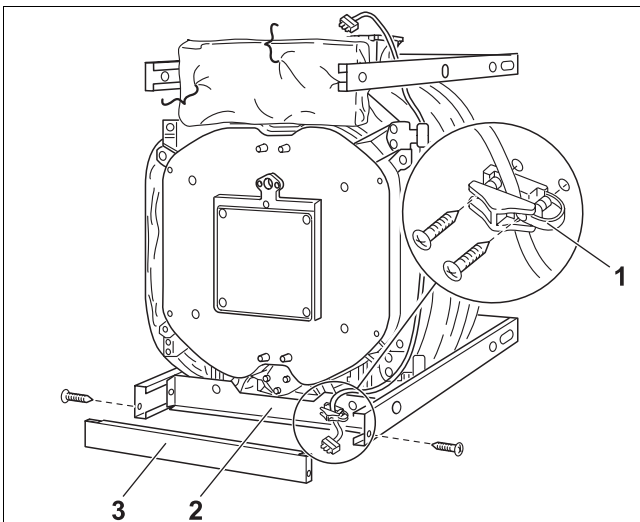

Fig. 43 Montaggio del fermo antitrazione per il cavo del bruciatore e dei coprizoccolo
- ▶ Avvitare il fermo antitrazione per il cavo del bruciatore a sinistra o a destra, a seconda della posizione della battuta della porta, sulla traversa trasversale inferiore (→ fig. 43 – per battuta della porta del bruciatore disposta a destra).